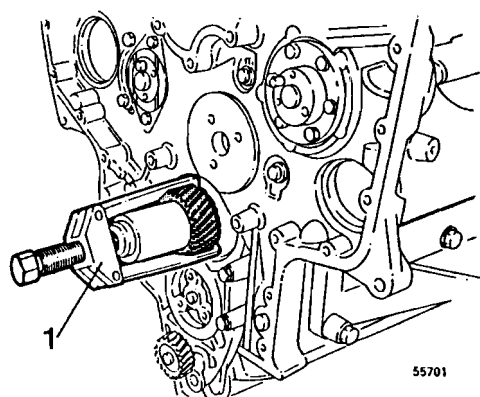

Fig. 171
- 17 Quitar el piñón del cigüeñal, véase la fig. 171.